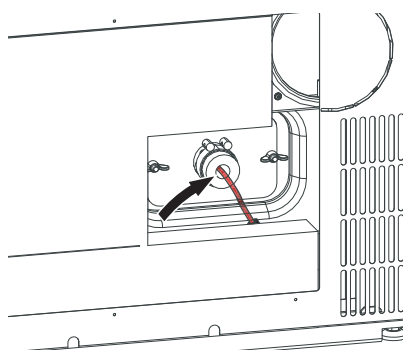

Fig. 58 Scollegare il cavo del collettore di polveri (solo per le caldaie a pellet con collettore di polveri elettrostatico integrato)
- ▶ Scollegare il cavo del collettore di polveri (solo per le caldaie a pellet con collettore di polveri elettrostatico integrato) – Fig. 58.